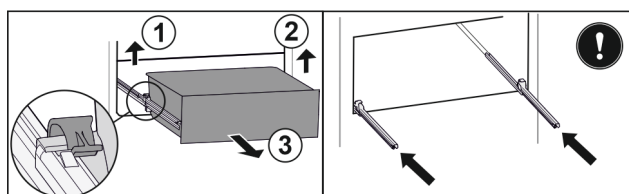

Fig. 165
- Linke Klemme anheben und gleichzeitig Schubfach links nach vorne ziehen. Fig. 165 (1)
- Rechte Klemme anheben und gleichzeitig Schubfach rechts nach vorne ziehen. Fig. 165 (2)
- Schubfach nach vorne entnehmen. Fig. 165 (3)